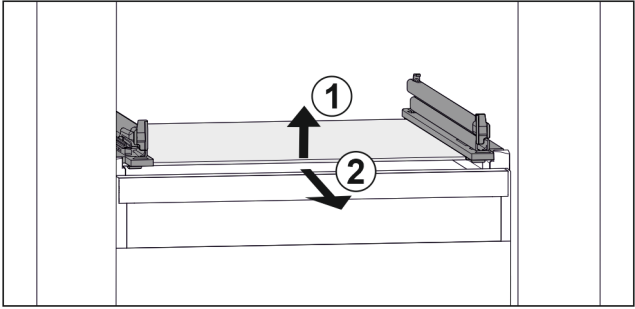

Fig. 42 玻璃隔板例图
- ▶ 抬起玻璃隔板前部。 Fig. 42 (1)
- ▶ 向前取出玻璃隔板。 Fig. 42 (2)